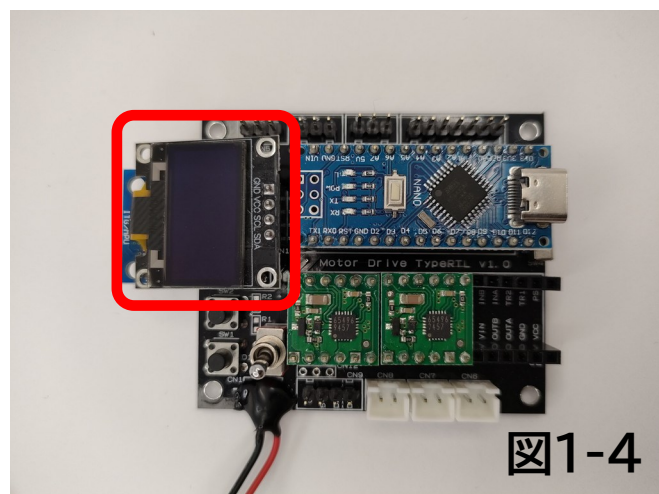

図1-4
4. パーツNo.5「OLED基板」をモータードライブ基板TypeRTLの図1-4の赤枠で囲った箇所(CN10)に取り付けます。